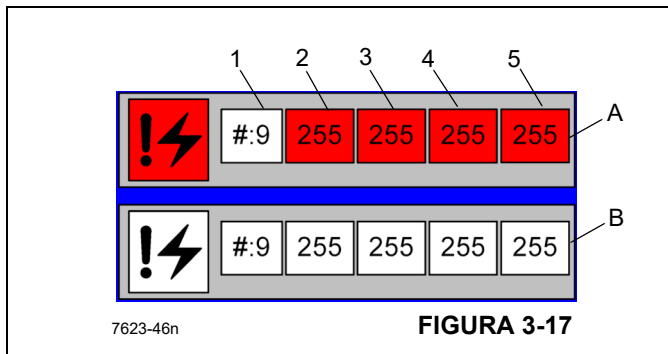

FIGURA 3-17
La Figura 3-17 muestra las fallas activas y registradas. El sistema de control de la grúa muestra hasta 20 de las fallas o errores registrados más recientes en la grúa y los sistemas de control del RCL. Las flechas circulares se pueden usar para desplazarse por las fallas activas. Esta serie de números corresponden a una falla específica de un módulo, conector y clavija específicos. Para borrar los códigos de falla registrados, se puede oprimir el botón con el icono de código de falla y la "X" de color rojo.
A continuación se describe la vista de códigos de falla (Figura 3-17):
- Cuadro de falla activa (rojo, A, Figura 3-17): el sistema de control de la grúa muestra hasta 20 fallas o errores
- Cuadro de fallas registradas (B, Figura 3-17): las fallas registradas no están activas actualmente. Utilice las teclas de flecha arriba y abajo para avanzar por los códigos.